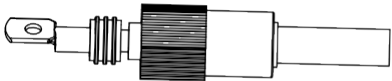

Imagen 3.5
c) Engarce el terminal metálico, tal y como se muestra en la imagen 3.5.